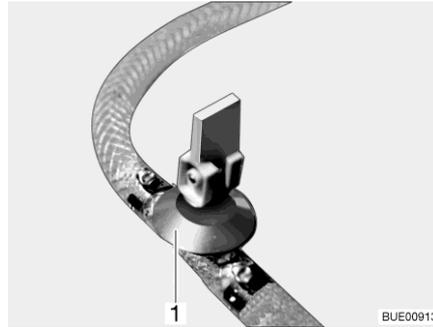

Fig. 171 Rubinetto di scarico (con leva a bilanciante)
- Aprire tutti i rubinetti di scarico. A tale scopo, posizionare la leva a bilanciante del rubinetto di scarico (Fig. 171,1) in verticale.